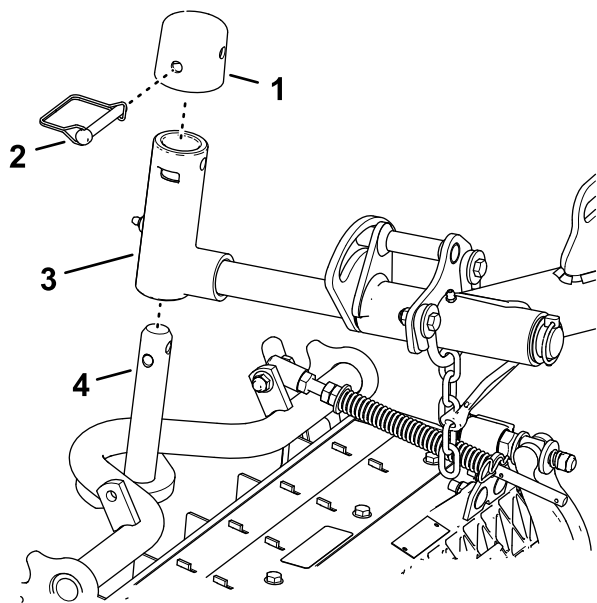

図 16
1. カッティングユニットを昇降アームの下に置く 図 16。